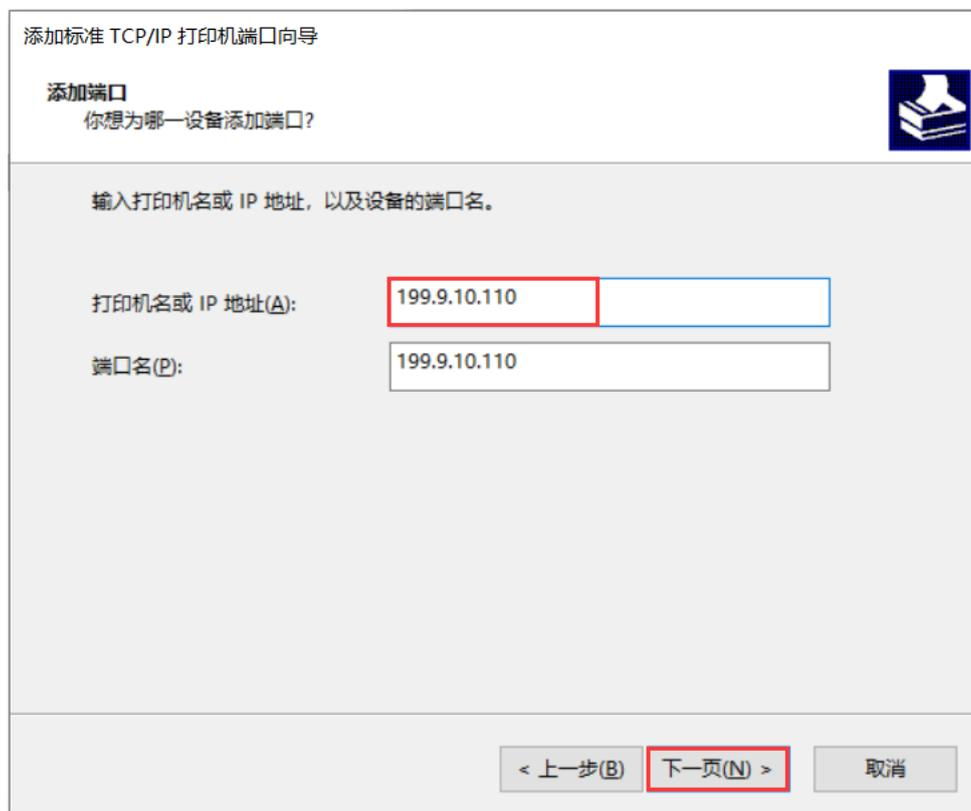

图 2-50 添加端口界面
7. 在“添加端口”界面中，输入打印机 IP 地址（此处输入的 IP 地址应与已设置好的打印机 IP 地址保持一致，端口名会自动生成），然后点击“下一页”，如图 2-50 所示；